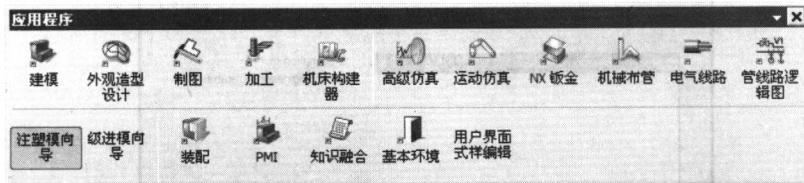

图 1-7 “应用程序”工具栏
(2) 单击“应用程序”工具栏中的“注塑模向导”按钮^{注塑模向导}，也可进入“注塑模向导”模块，如图 1-7 所示。